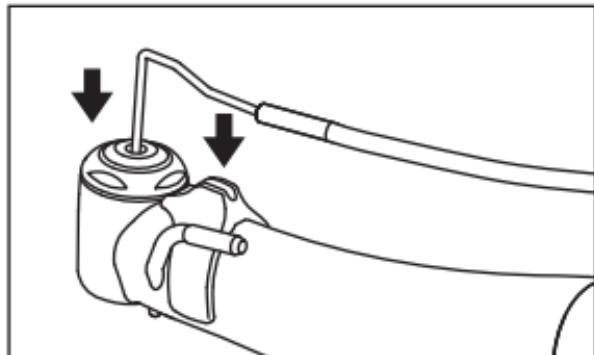

Abb. 8
- 3) Führen Sie das Ende der interne Sprühdüse in die Öffnung am oberen Ende des Handstückkopfs ein und befestigen Sie danach die interne Sprühdüse am Schlitz der Halteklemme. (Abb. 8)